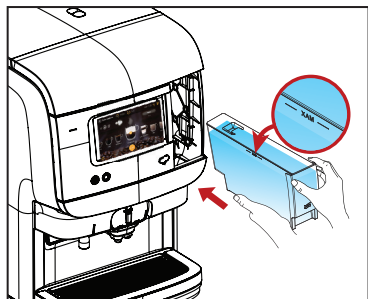

Fig.4
4. Umpleți din nou rezervorul de apă la nivelul MAX cu apă proaspătă, curată și așezați-l la loc în dozator. (Vezi Fig.4)